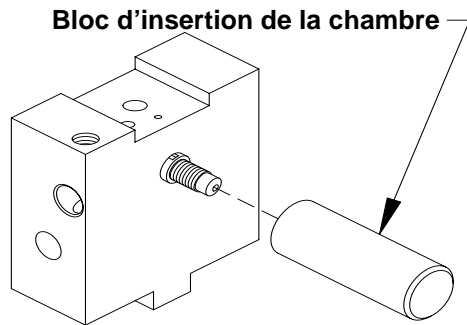

FIG. 27: Embase de la chambre
6. Avec l'arrière du support de pistolet orienté vers la paume de votre main, placer le bloc d'insertion de la chambre de mélange sur l'avant de la chambre de façon à ce qu'elle soit à la perpendiculaire de la bride de la chambre. Tarauder fermement le bloc d'insertion avec un marteau jusqu'à ce que la bride de la chambre soit encastrée dans la paroi du support de pistolet (FIG. 27).